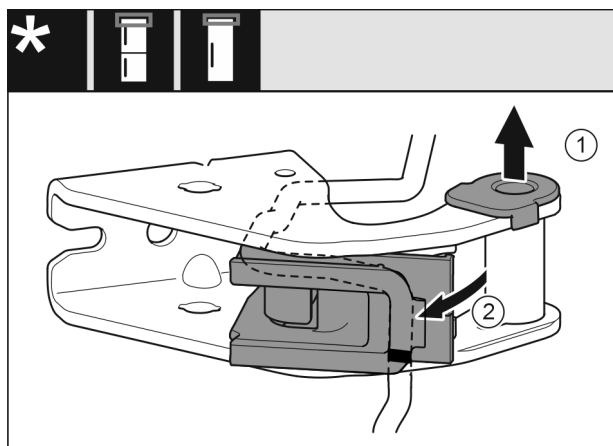

Fig. 26
- ▶ Опорную втулку вытяните из направляющей. *Fig. 26 (1)*
- ▶ Отведите держатель кабеля в сторону. *Fig. 26 (2)*